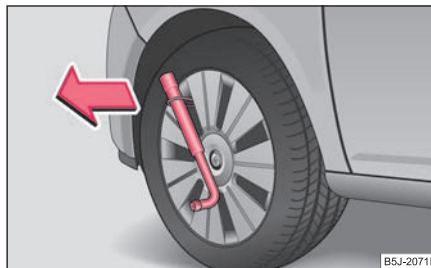

Fig. 195 Demontarea capacului de roată
- Introduceți cheia de roată prin mâner, sprijiniți cheia de roată și trageți capacul ⇒ fig. 195.